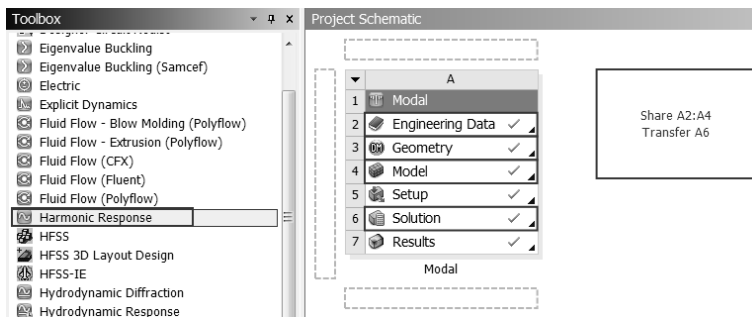

图 7-4 创建谐响应分析
Step1：如图 7-4 所示，将 Toolbox（工具箱）中的 Harmonic Response（谐响应分析）选项直接拖曳到项目 A（模态分析）的 A6 Solution 中。